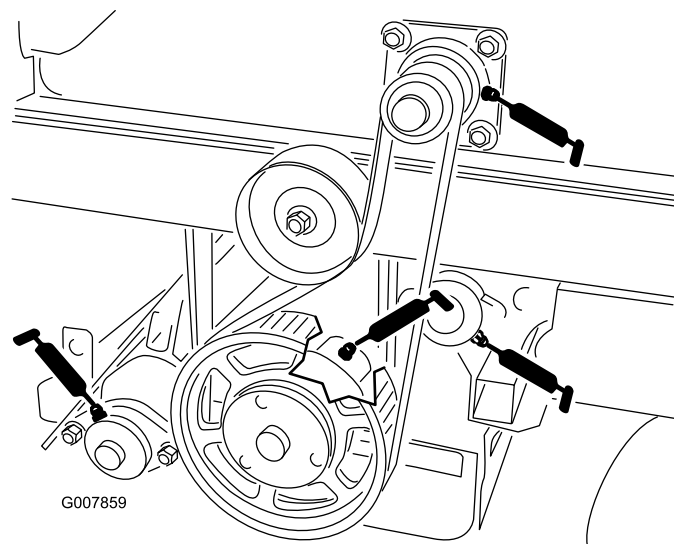
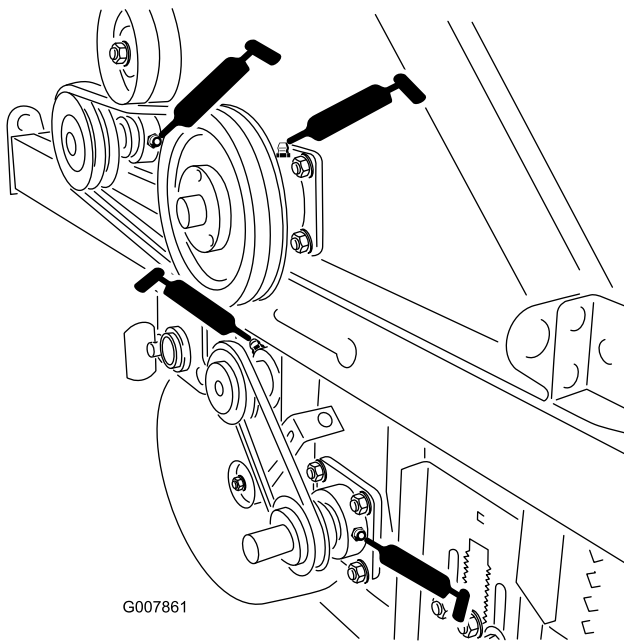

Figure 40
Figure 42
- Hacheur (2) Figure 42 et Figure 40.
- Coin rotatif (2) Figure 42 et Figure 40.
- Brosse de ramassage (2) Figure 42 et Figure 40.
- Rouleau arrière (2) Figure 40.